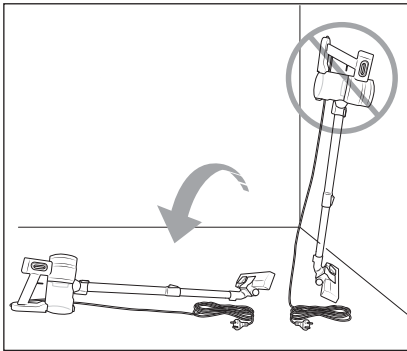

Fig. 4
- No intente dejar la aspiradora en posición vertical cuando interrumpa el funcionamiento o quiera dejar de agarrarla, sino colóquela en el soporte mural **10** o póngala en el suelo en posición horizontal (consulte las figs. 4 y 5). De lo contrario, podría caerse y dañarse debido a su alto centro de gravedad, así como potencialmente dañar otros objetos con su caída.